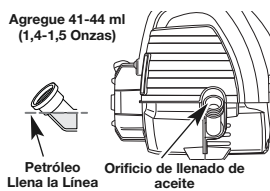
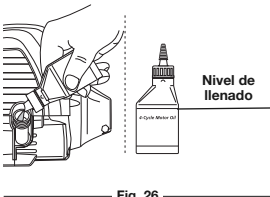

Fig. 24
Fig. 26
5. Compruebe el nivel de aceite. El aceite debe quedar exactamente en la parte inferior de las roscas del orificio de llenado de aceite. (Fig. 24)
6. Si el nivel está bajo, agregue una pequeña cantidad de aceite en el orificio de llenado de aceite y vuelva a medir (Fig. 24). Repita este procedimiento hasta que el nivel de aceite a la parte inferior de las roscas en el orificio de llenado de aceite.
NOTA: Use la botella y la boquilla que guardó del uso inicial para medir la cantidad correcta. El nivel de 60 ml (2,2 onzas) está aproximadamente en la parte superior de la etiqueta de la botella (Fig. 26). Mida el nivel con la varilla de medición. Si el nivel está bajo, agregue una pequeña cantidad de aceite y vuelva a medir (Fig. 24). No lo llene demasiado.